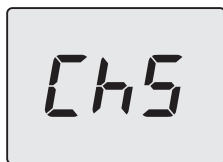

Figura 7.5
- Scorrere i vari menu premendo i tasti 49 (indietro) o 51 (avanti) fino a far apparire sul display LCD la scritta **Ch5** (Figura 7.5) che indica il menu "Spazzacamino".